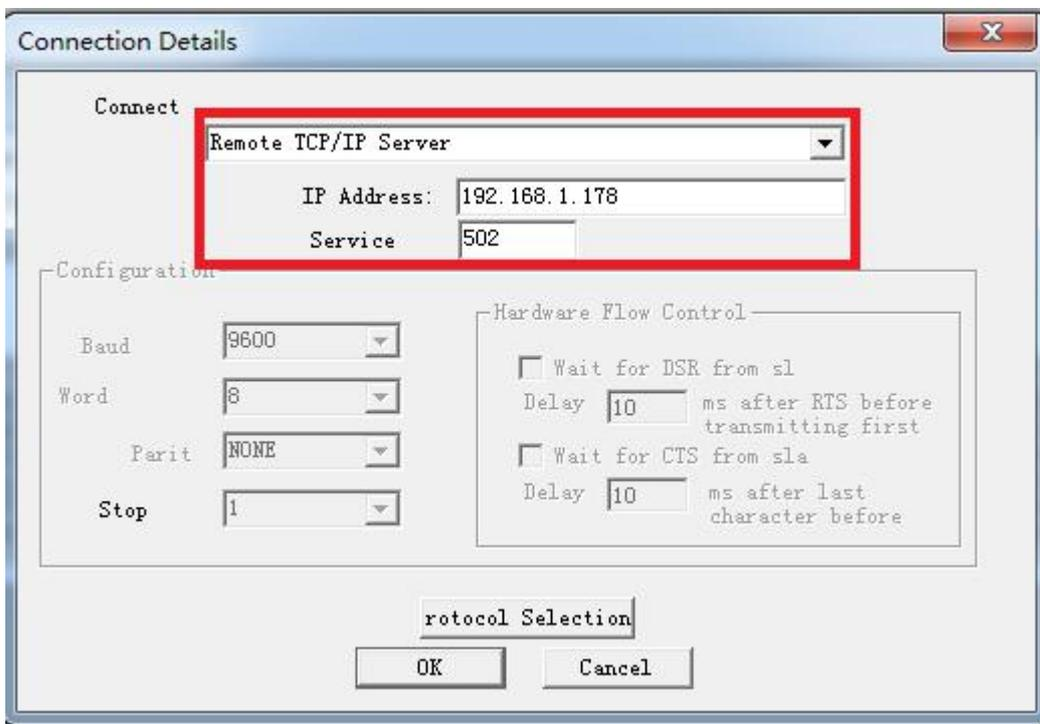

图 1
2. 选择菜单 Connection/Connect, 选择 Remote TCP/IP Server, 输入 RVNet-FX 的 IP 地址, Service 端口为 502; 点击[OK]按钮, 如图 1 所示。